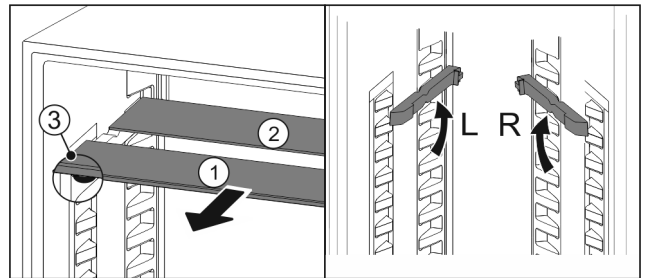

Fig. 198
- Glasplatten einzeln nach vorne herausziehen Fig. 198 (1).
- Glasplatte Fig. 198 (1) mit Zierleiste liegt vorne.
- Stopps Fig. 198 (3) zeigen nach unten.